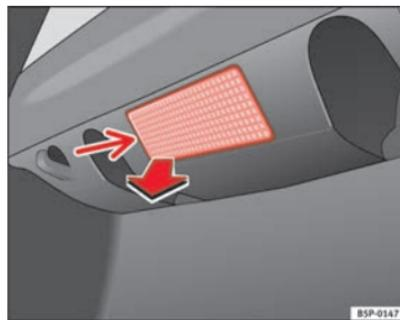

Fig. 190 Luz da bagageira
- Extrair a tulipa, pressionando o rebordo da parte interior da mesma -seta- com a ajuda da parte plana de uma chave de parafusos ⇒ fig. 190. ▶